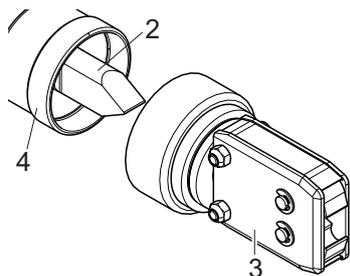
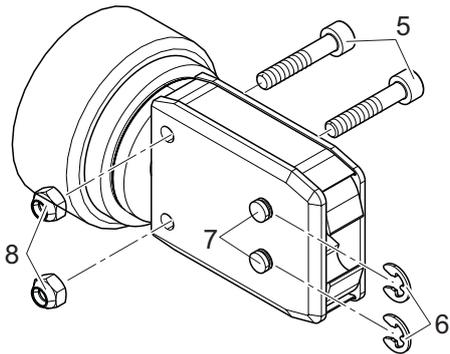
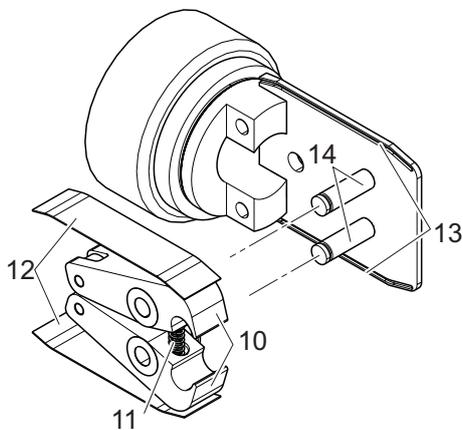

Abb. 26: Abziehen des Zangenkopfes
Abb. 27: Auseinanderbauen des Zangenkopfes
Abb. 29: Einsetzen der Zangenbacken
3. Ziehen Sie den Zangenkopf (Abb. 26/3) von der Klemmenzange (Abb. 26/4) ab.
Der Stößel (Abb. 26/2) verbleibt in der Klemmenzange (Abb. 26/4).
4. Entfernen Sie die beiden Sicherungsscheiben (Abb. 27/6) vom Zangenkopf (Abb. 26/3).
Schieben Sie die Stifte (Abb. 27/7) nicht zurück!
5. Schrauben Sie beiden Sechskantmuttern (Abb. 27/8) von den Sechskantschrauben (Abb. 27/5) ab.
7. Entfernen Sie die Druckfeder (Abb. 29/11), die Abdeckplatte (Abb. 29/12) und die Zangenbacken (Abb. 29/10).
8. Schmier Sie die Ersatz-Zangenbacken (Abb. 29/10) und die Druckfeder (Abb. 29/11) aus dem Backen-Ersatz-Kit sowie die Stifte (Abb. 29/14) mit Spezi­alschmiermittel RENOLIT LX 2 und setzen Sie die neuen Backen und die Feder ein.
9. Montieren Sie alles wieder in umgekehrter Reihenfolge mit neuen Sicherungsscheiben (Abb. 27/6).
10. Kontrollieren Sie die Beweglichkeit der Zangenbacken (Abb. 29/10).
Der Stößel (Abb. 26/2) muss zwischen den beiden Zangenbacken (Abb. 29/10) liegen.